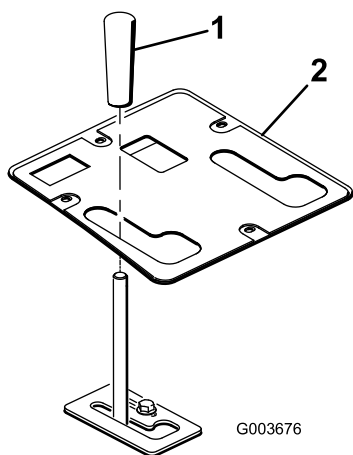

Figura 26
11. Prenda o painel de controlo no devido lugar com os fixadores removidos previamente (Figura 26).
12. Instale o manípulo na alavanca de elevação (Figura 26).